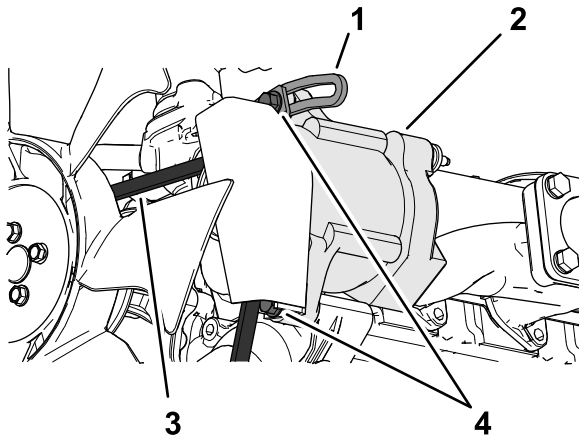

图 96
3. 松开交流发电机枢轴点上的皮带松开将发电机固定到带槽支架上的螺栓图 96。